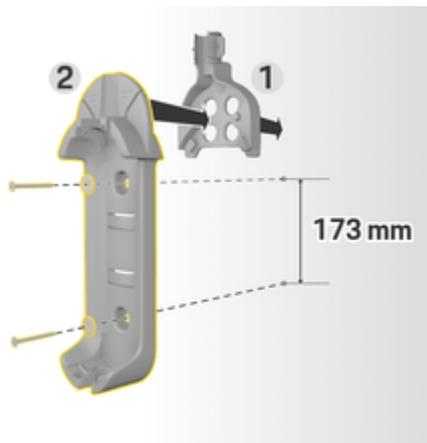

Fig. 6: Dimensione foro
3. Inserire la base del supporto a muro **2** (Fig. 6) dalla parte anteriore nel passacavo **1** (Fig. 6).